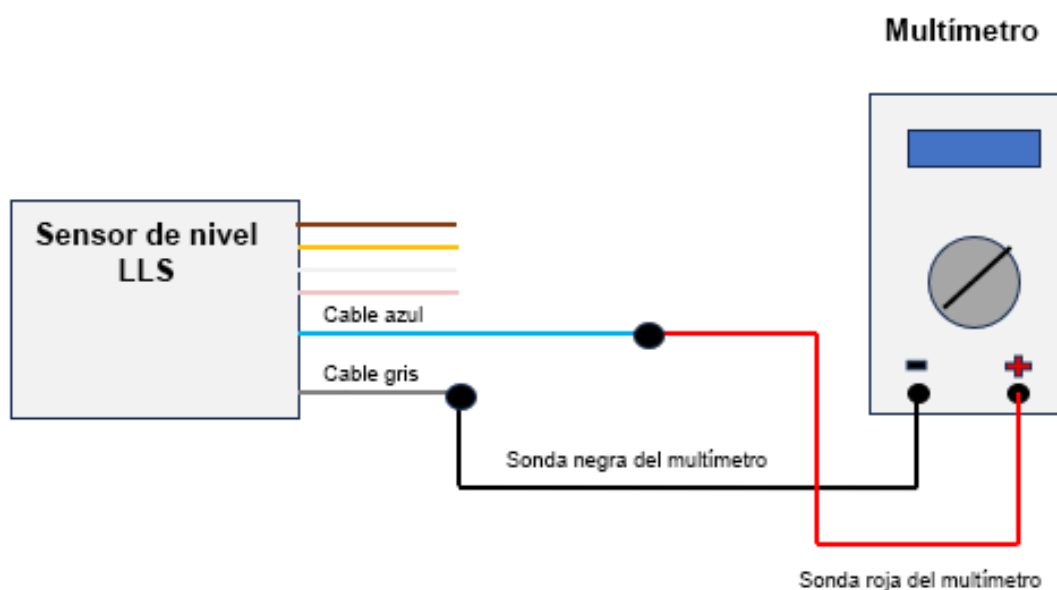

Fig. 11 Diagrama de conexión
2. Monte el circuito de conexión de acuerdo con la «Fig. 11 Diagrama de conexión»